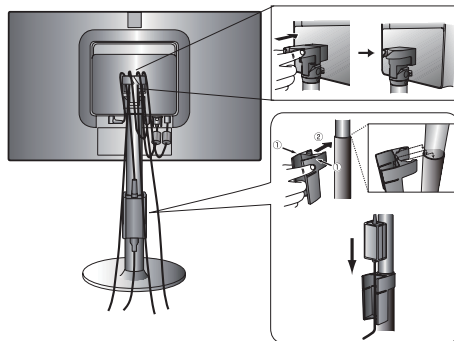
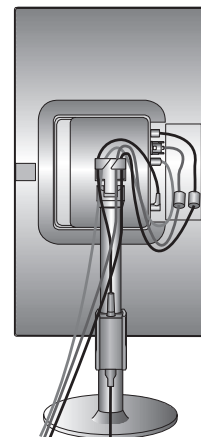

Figura B.2
Figura B.3
5. Coloque el porta-adaptador de CA y el pasacables en el soporte (**figura B.2**).
6. Coloque el cable de señal de vídeo y el adaptador de CA entre los agujeros del pasacables, como se muestra en la **figura B.2/ figura B.3**. Coloque el adaptador de CA entre los agujeros del porta-adaptador, como se muestra en la **figura B.2**.